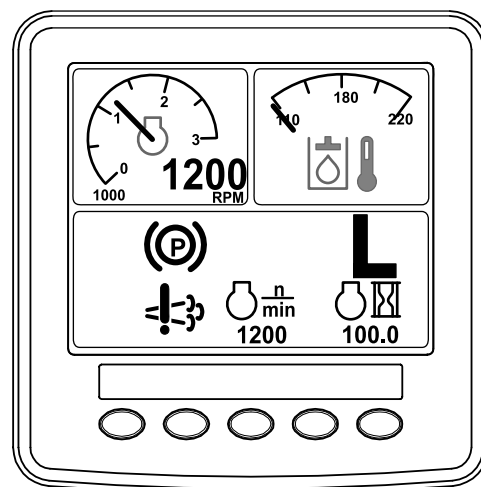

Figure 47
- L'icône de régénération d'urgence s'affiche sur l'InfoCenter (Figure 47).